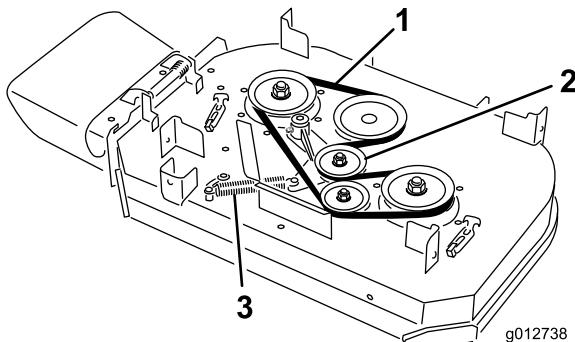

Figura 64
4. Desenganche el muelle de la clavija del brazo de la polea tensora (Figura 64).
5. Retire la correa usada del cortacésped (Figura 64).
6. Instale la correa nueva del cortacésped alrededor de la polea del embrague, las poleas de la carcasa y la polea tensora (Figura 64).
7. Enganche el muelle en la clavija del brazo de la polea tensora (Figura 64).
6. Instale la correa nueva del cortacésped alrededor de las poleas de la carcasa, la polea del embrague y la polea tensora (Figura 64).
5. Desenganche el muelle de la clavija del brazo de la polea tensora (Figura 64).
6. Retire la correa usada del cortacésped (Figura 64).
7. Instale la correa nueva del cortacésped alrededor de las poleas de la carcasa, la polea del embrague y la polea tensora (Figura 64).
8. Enganche el muelle en la clavija (Figura 64).